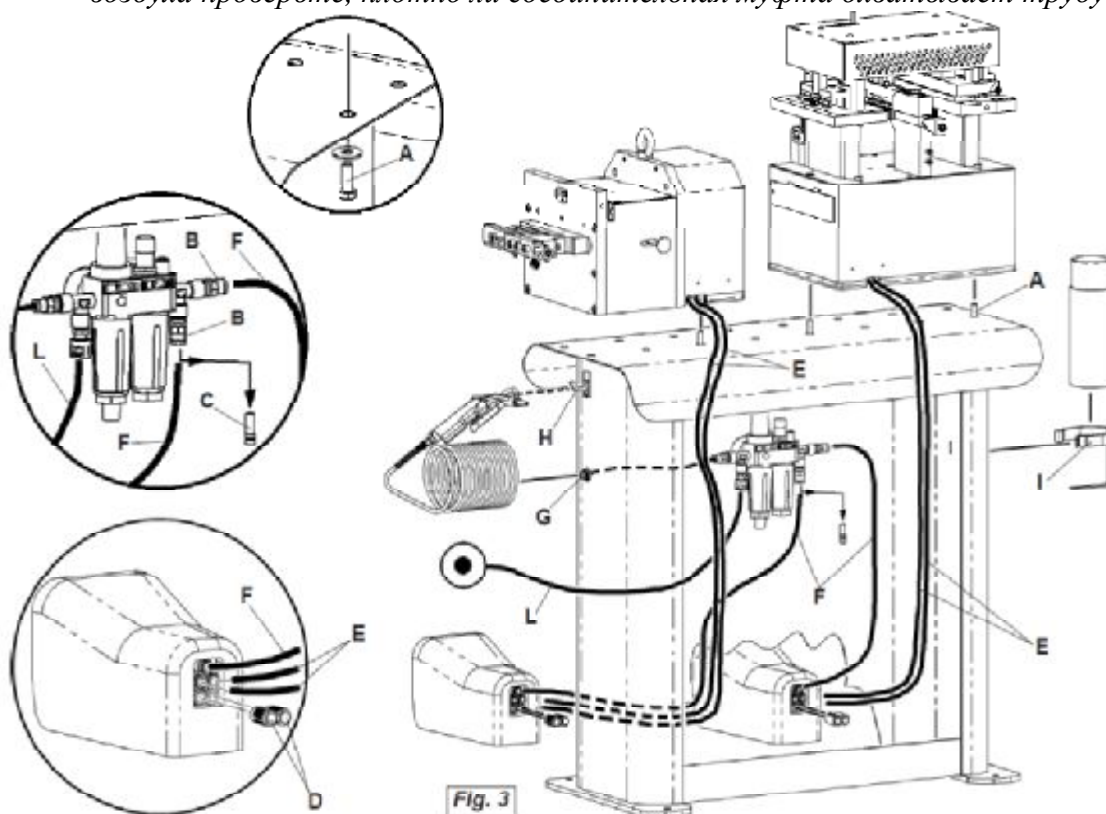

Рис. 3
##### ПОРЯДОК УСТАНОВКИ (Рис. 3)
2. Установите распылитель смазки в держатель (рис.3, поз. I)
4. Прикрепите пресс к верстаку специальными винтами (рис. 3, поз. А).
5. Закройте винтовыми заглушками (рис. 3, поз. D) соединительные муфты на ножной педали.
6. Главная подающая труба (рис. 3, поз. L): подключите к воздухозаборнику устройства распределения воздуха и к смазывающему устройству регулятора фильтрующей группы. Машина оборудована двумя типами соединений, которые могут использоваться по выбору конечного пользователя.
7. Подающие трубы отдельных блоков (рис. 3, поз. F): подключите к смазочному устройству регулятора фильтрующей группы и к ножной педали. При подключении двух блоков снимите колпачок (рис. 3, поз. C) с одной из двух соединительных муфт, для этого необходимо вдавить круглую гайку, а затем потянуть колпачок.
8. Подключение двух трубок к узлам (рис. 3, поз. E): подсоедините к ножным педалям, как показано на чертеже (воткните).
9. Подключите трубку пневматического пистолета к муфте (рис. 3, поз. G) и закрепите его на опоре (рис. 3, поз. H)
Подключение пресса к устройству распределения сжатого воздуха должно быть выполнено в соответствии с чертежом, приведенном на рис.3, и/или в соответствии со схемой, представленной на педали управления. Перед подачей давления на пресс необходимо убедиться, что подключение выполнено правильно и возможность возникновения опасных ситуаций исключена.